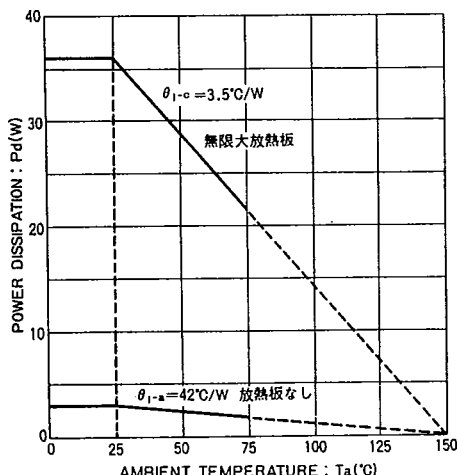

Fig.1
* $T_a=25^\circ\text{C}$ 以上で使用する場合は、電力軽減曲線 (Fig.1)を参照すること